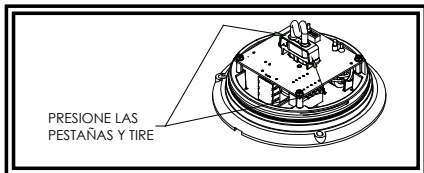

Figura 5
- Si el cableado o la batería no presentan falla, es posible que el defecto sea del tubo estroboscópico. Para cambiar el tubo intermitente, extráigalo apretando las pestañas al costado del soporte del tubo y tire hacia arriba. Vea la figura 5. Conecte el nuevo tubo intermitente. No toque con los dedos el vidrio del nuevo tubo intermitente. Utilice guantes o un paño suave. Nota: El conector tiene una guía especial que asegura la orientación apropiada. No lo fuerce.
- Vuelva a armar el estroboscopo. Si esto no soluciona el problema, devuelva el producto al distribuidor local para que efectúe un cambio bajo garantía, o bien comuníquese con el Servicio de atención al cliente ECCO para recibir asistencia, llamando al (800) 635-5900.